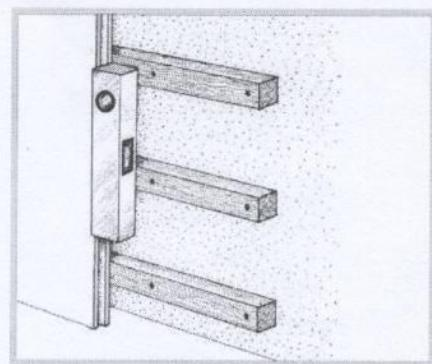

Рис. 6
3.4.4 Монтаж ламинированных панелей начинается от угла помещения. Первая панель опиливается по высоте (при необходимости), прикладывается к обрешётке и выставляется по уровню, как показано на рис.6. При этом панель ориентируется «гребнем» к углу с зазором от смежной стены 2 -3 мм.